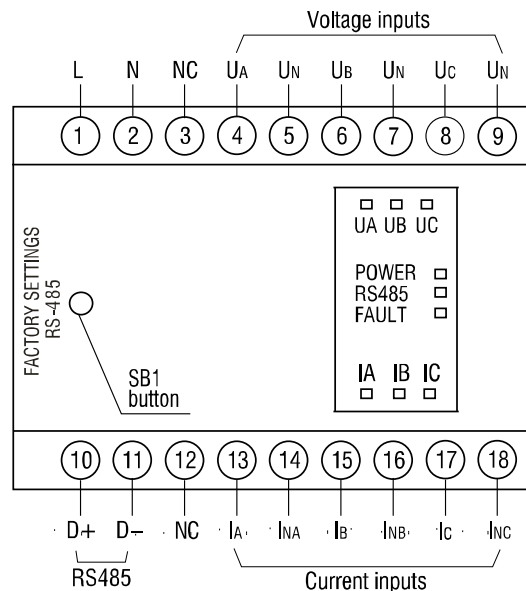

Fig. 4.1 Vista frontal del módulo.
El botón SB1 se encuentra ubicado bajo la carcasa en la parte izquierda del panel frontal (ver Fig. 4.1). Con este botón se pueden reestablecer los valores de comunicación por defecto de la interfaz RS485.
- Los terminales de conexión se muestran en la fig. 4.1, la designación de los terminales se indica en la Tabla 5.1.